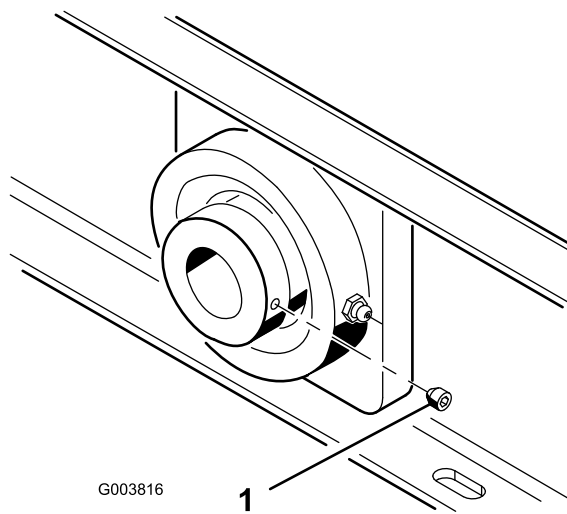

Рисунок 15
- Установочные винты подшипника вала вентилятора (Рисунок 15) необходимо затянуть с моментом 58 – 82 фунт-дюйма.